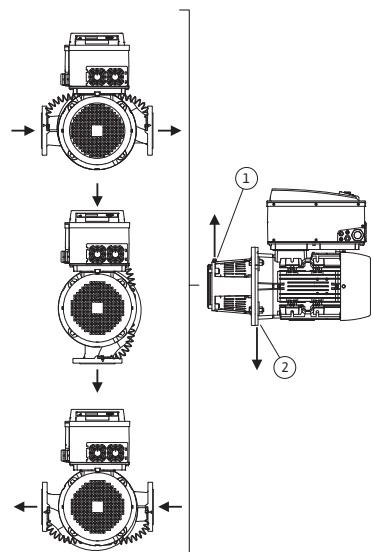
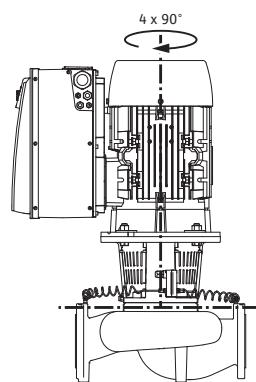

Fig. 18: Toegestane inbouwposities met horizontale motoras
Fig. 19: Toegestane inbouwposities met verticale motoras
De toegestane inbouwposities met horizontale motoras en elektronica-module naar boven (0°) zijn in Fig. 18 weergegeven. De toegestane inbouwposities met zijwaarts gemonteerde elektronica-module ($+/- 90^\circ$) zijn niet afgebeeld. Elke inbouwpositie behalve "Elektronica-module naar beneden" (-180°) is toegestaan. De ontluchting van de pomp wordt alleen gegarandeerd als het ontluchtingsventiel naar boven is gericht (Fig. 18, pos. 1).
Alleen in deze positie (0°) kan het condensaat gericht worden afgevoerd via een aanwezig boorgat, pomplantaarn en motor (Fig. 18, pos. 2).
De toegestane inbouwposities met verticale motoras zijn in Fig. 19 weergegeven. Elke inbouwpositie behalve "Motor naar beneden" is toegestaan.
- Het ontluchtingsventiel op het lantaarnstuk (Fig. 6, pos. 1.31) moet bij een horizontale motoras altijd naar boven zijn gericht zijn (Fig. 6a en Fig. 6b). Bij verticale motoras is elke oriëntering toegestaan. Zie hiervoor ook Fig. 18: "Toegestane inbouwposities met horizontale motoras" op pagina 213 of Fig. 19: "Toegestane inbouwposities met verticale motoras" op pagina 213.
- Bij een horizontale motoras is de positie van de condensaatboring naar onderen vereist (Fig. 18, pos. 2). Eventueel moet de motor worden gedraaid.